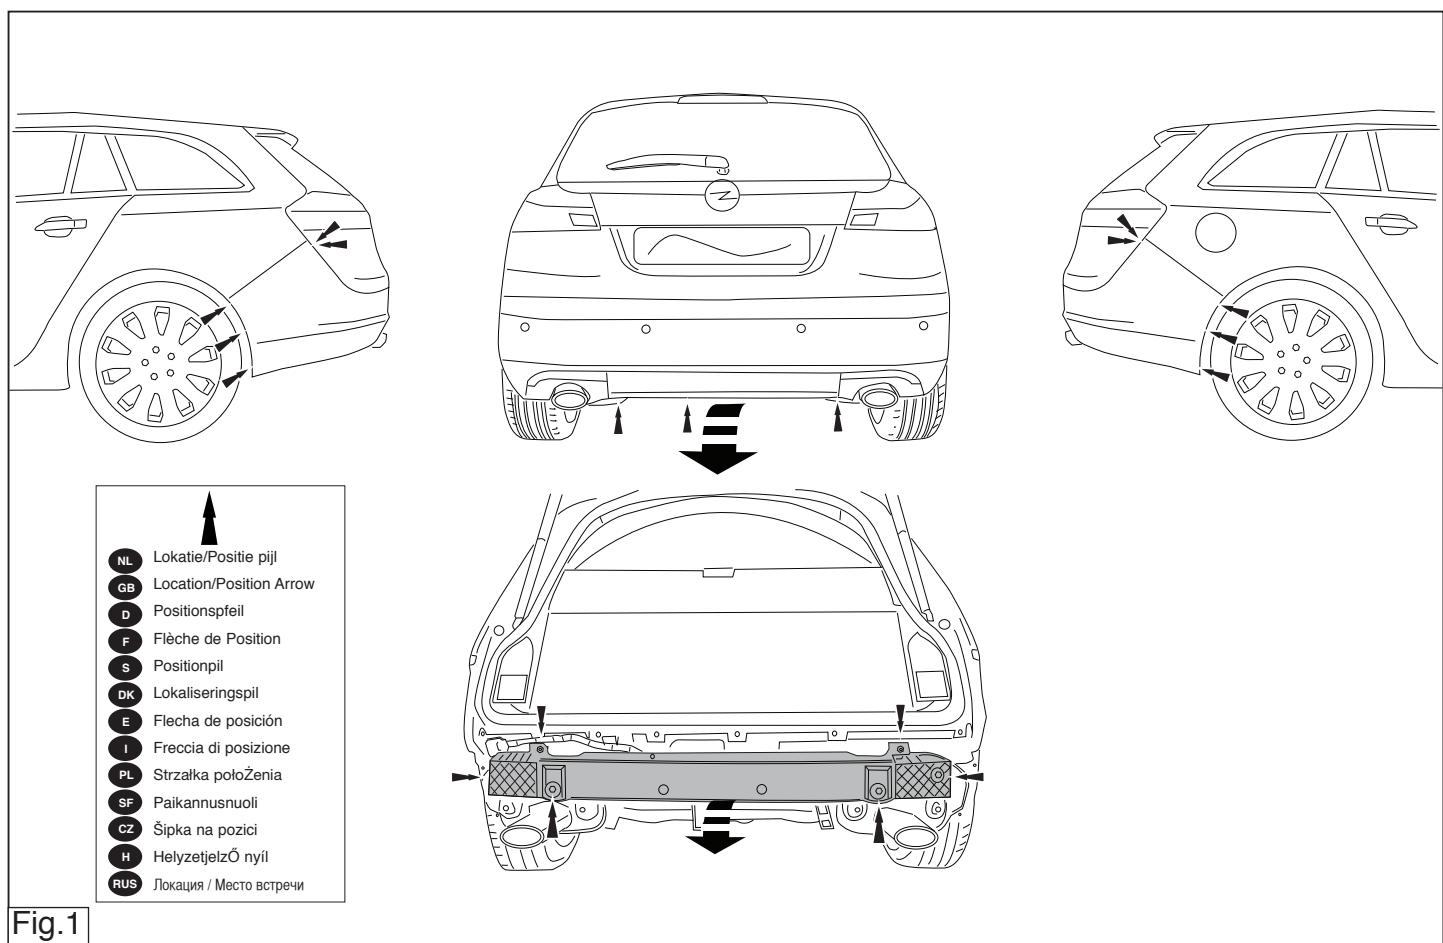

Fig.1
2. Die Stoßstange einschließlich des stählernen Stoßbalkens vom Fahrzeug abmontieren. Der Stoßbalken wird nicht mehr benötigt. Siehe Abbildung 1.
2. Déposer le pare-chocs du véhicule y compris la traverse en acier la traverse ne sera plus utilisée. Voir la figure 1